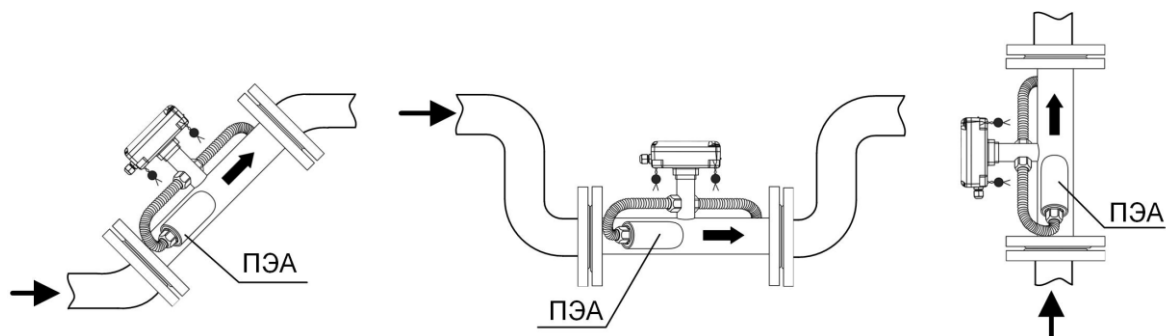

Рис.4. Рекомендуемые места установки ПП расходомера.
ПП допускается монтировать в горизонтальный, вертикальный или наклонный трубопровод (рис.4). При этом ПП (ПЭА) не должны располагаться в самой верхней точке участка трубопровода. Наиболее подходящее место для монтажа при наличии – восходящий, либо нижний участок трубопровода.
- при монтаже расходомера в наклонный или вертикальный трубопровод устанавливать вторичный преобразователь гермовводами вниз (рис.4);